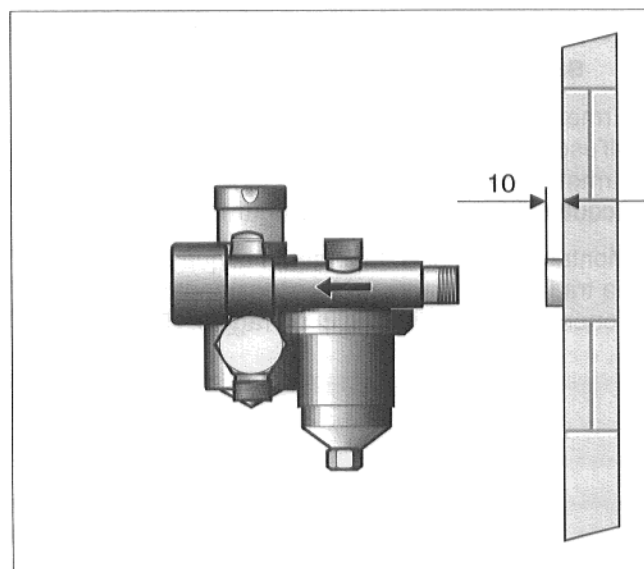

Fig. 9: gruppo di sicurezza
- Collegare il gruppo di sicurezza con il nipplo a vite. Tenere presente la guarnizione e la direzione del flusso (Fig. 9).